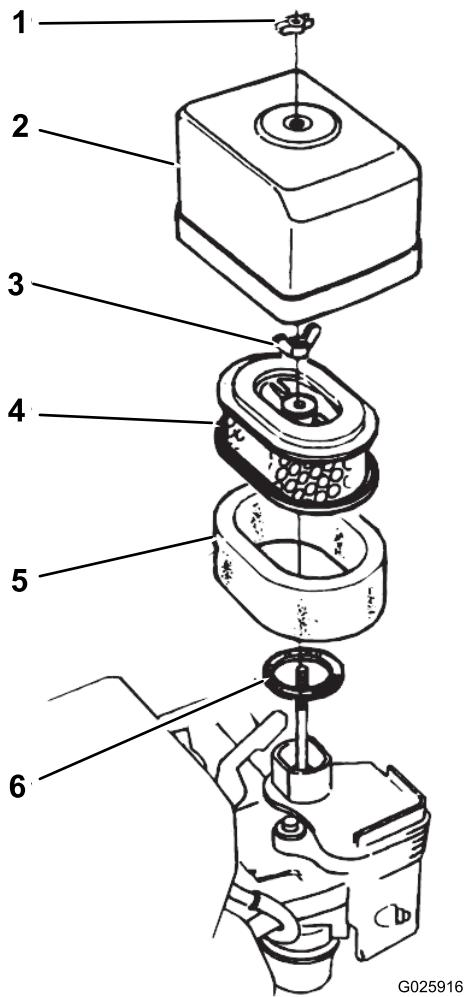

Figura 16
2. Retire la tuerca de orejeta que sujetla la tapa del limpiador de aire al limpiador de aire, y retire la tapa (Figura 16).
4. Retire la tuerca de orejeta del filtro de aire, y retire el filtro (Figura 16).
5. Retire el filtro de gomaespuma del filtro de papel (Figura 16).